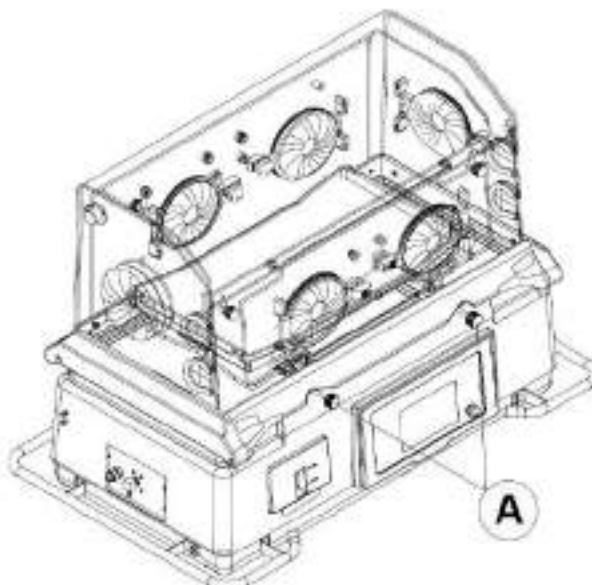

Figura 45 – Acionamento do sistema de inclinação contínuo
Esse sistema permite a inclinação contínua do leito da incubadora nas posições Trendelenburg e Reverso (ambos permitem 12° de movimentação), horizontal alta e baixa. O acionamento desse mecanismo é realizado através de manípulos (A) de alta resistência, localizados na parte externa da cúpula, conforme indicado na figura 45.